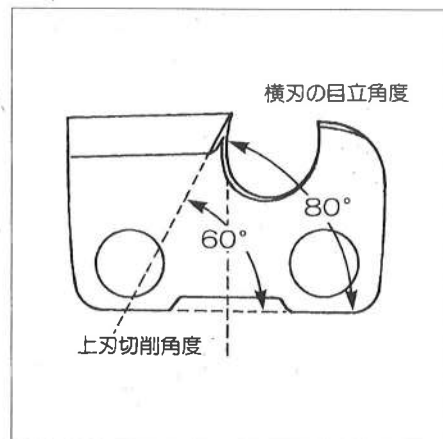

図18
- 丸ヤスリの水平を保って、押すときだけヤスリを掛け、手前に引くときは刃部にヤスリを当てないようにして、上刃および横刃の目立てをしてください。(図18、20参照)